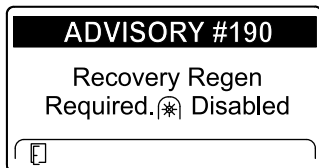

Figura 48
- É necessária uma regeneração de recuperação — tomada de força desativada AVISO N.º 190 (Figura 48)